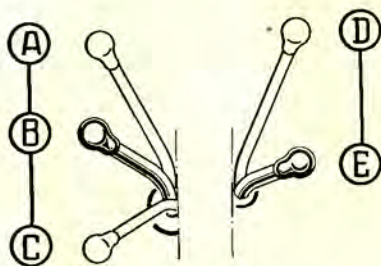

Abb. 5. Schaltthebelschema für das Verteilergetriebe:
- 15 - Schalthebel der treibenden Vorderachse. Die treibende Vorderachse ist eingeschaltet, wenn der Schalthebel die vordere Stellung einnimmt, in der hinteren Stellung (s. Abb. 5) ist sie ausgeschaltet;
- 17 - der Verteilergetriebe-Schalthebel kann drei Stellungen einnehmen: vordere Stellung - Direktgang eingeschaltet; Mittelstellung-Neutrallage; hintere Stellung - Untersetzungsgetriebe eingeschaltet (s. Abb. 5);